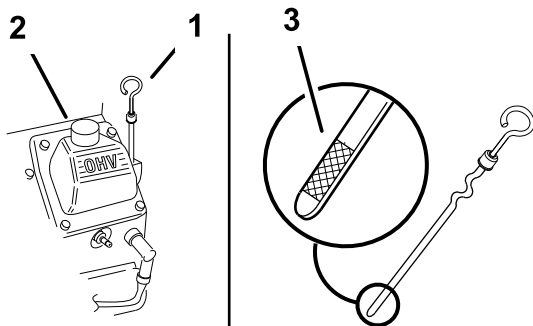

Figura 31
4. Limpie alrededor de la varilla de aceite (Figura 31) para impedir que caiga suciedad por el orificio de llenado y cause daños en el motor.
5. Desenrosque la varilla de aceite y limpie el extremo (Figura 31).
6. Deslice la varilla a fondo en el tubo de llenado, pero no la enrosque en el tubo (Figura 31).
7. Vierta lentamente un 80% aproximadamente de la cantidad especificada de aceite por el tubo de llenado (Figura 31).